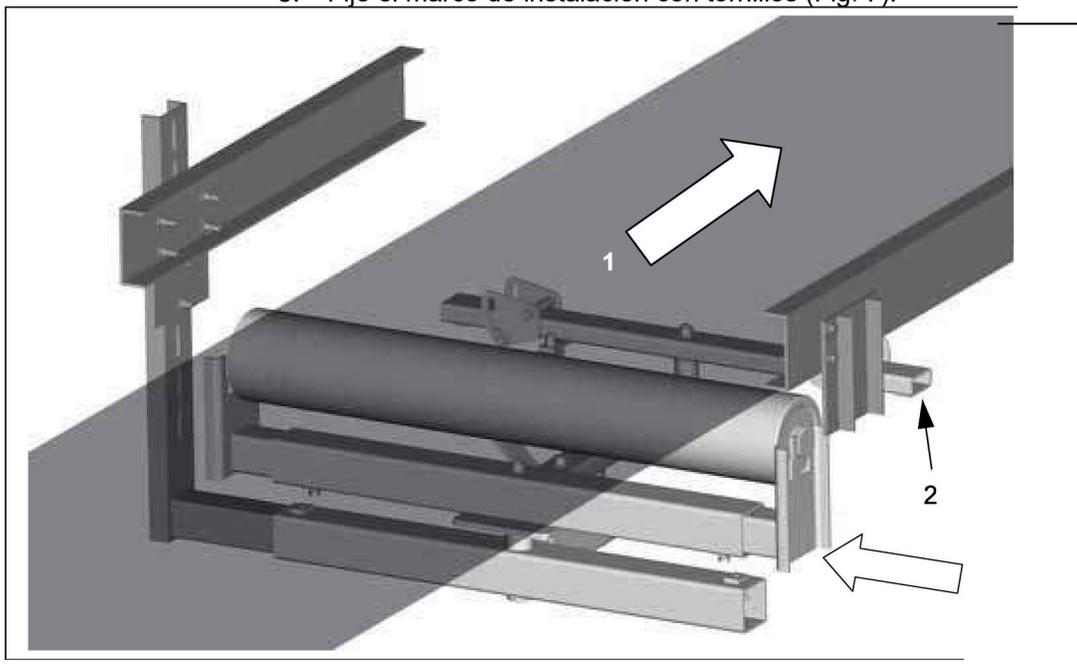

Fig. 8: Instalación del alineador en el marco de instalación
9. Introduzca el alineador preinstalado en el marco de instalación instalado anteriormente. Preste atención a la dirección de movimiento de la banda transportadora (1, Fig. 8) y a la alineación de la unidad de guía (2, Fig. 8).